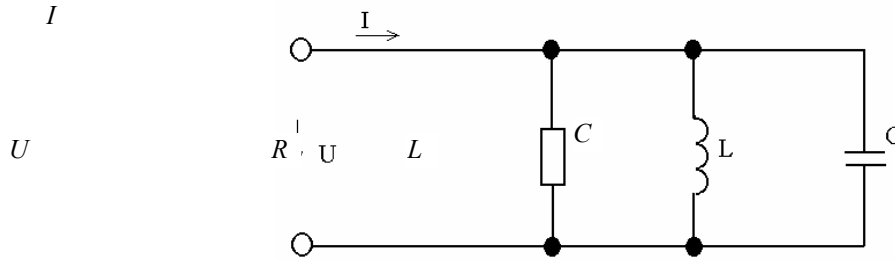

Рис. 1.17
1.2.8. К электрической цепи (рис.1.17) приложено напряжение  $U = 20$  В. Определить ток в общей части цепи, если  $R = 5$  Ом,  $X_L = 4$  Ом,  $X_C = 10$  Ом. Построить векторную диаграмму.